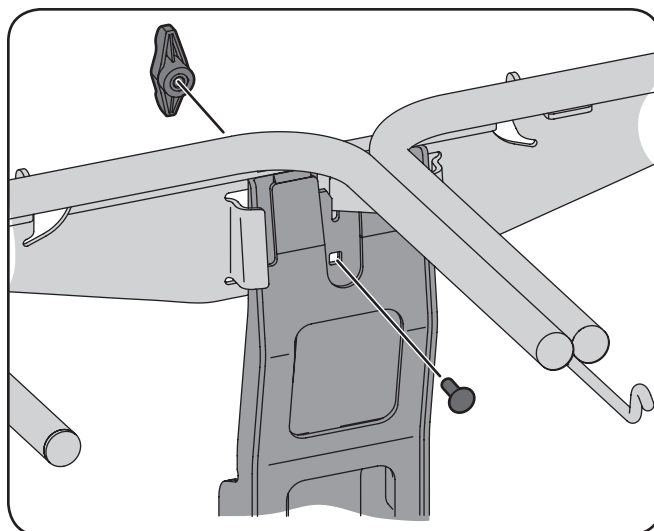

Figura 4-11
4. Fije la unidad de suspensión a la ménsula de soporte vertical con un perno de carro (710-0276) y perilla de aleta (720-04122) del paquete de elementos de ferretería 689-00328A. Consulte la Figura 4-11.